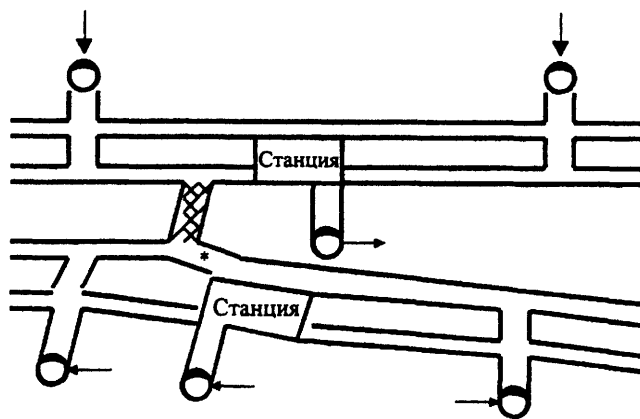

Рис. 12
- станционная шахта смежной станции включается на вытяжку. Вентиляционные шахты перегонов, прилегающих к смежной станции, включаются на приток (рис.12).